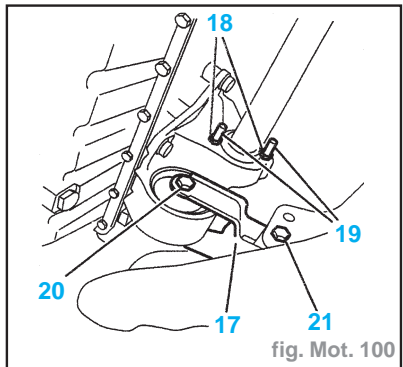

fig. Mot. 100
- serrer les vis (12) à **1,2 daN.m**.
- le raccord (13) à **2,2 daN.m**.
- serrer les vis (14) à **2,3 daN.m**.
- Reposer le support (8).
- les vis (15) à **2,3 daN.m**.
- la vis (16) à **3 daN.m**.
- le raccord (6) à **4,75 daN.m**.
- Mettre en place le raccord (7).
- Reposer la biellette anticouple (17) (fig. Mot. 100).